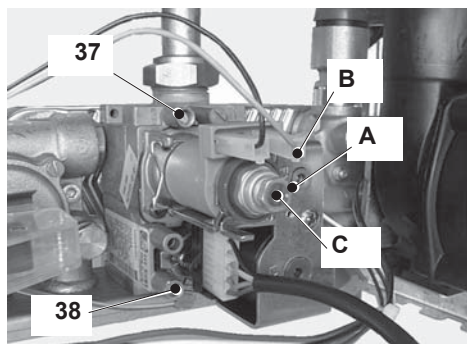

рисунок 7.1
- Ослабьте внутренние болты 37 (рисунок 7.1) на выходной контрольной точке газового клапана и подсоедините дат-
- Отключите модулирующую газовую катушку, отсоединив электрический контакт В (рисунок 7.1).